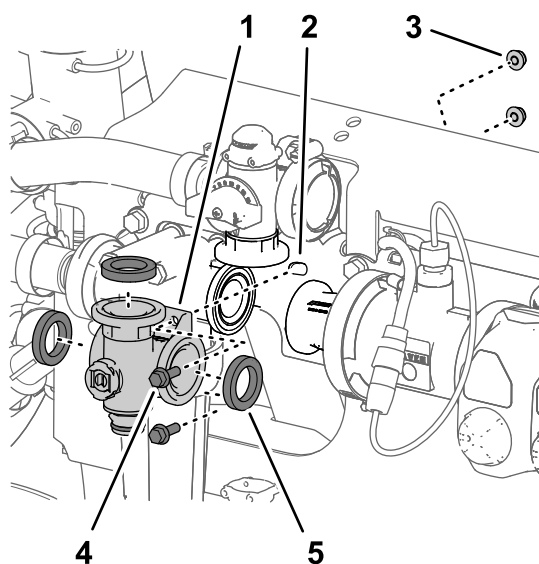

Figure 109
3. Retirez les 2 boulons à embase ($\frac{1}{4}'' \times \frac{3}{4}''$) et les 2 contre-écrous à embase ($\frac{1}{4}''$) qui fixent le collecteur de vanne d'agitation au support de vanne (Figure 109).
4. Déposez le collecteur de vanne d'agitation et les joints de la machine (Figure 109).